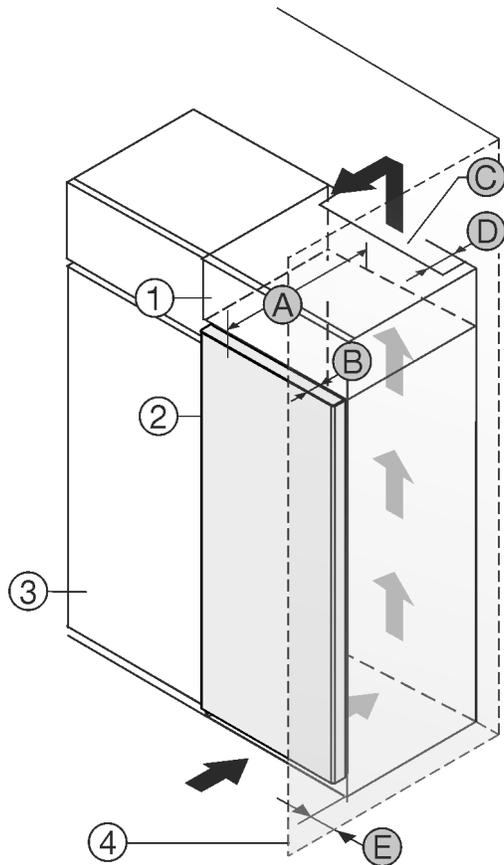

Fig. 1
- (1) Aufsatzschrank*
- (2) Gerät*
- (3) Küchenschrank*
- (4) Wand*
- (A) Gerätetiefe*
- (B) Türtiefe*
- (C) Belüftungsquerschnitt*
- (D) Abstand Geräterückseite*
- (E) Abstand zur Geräte-seite*
Gerät direkt neben dem Küchenschrank Fig. 1 (3) aufstellen.*
An der Rückseite des Aufsatzschrankes muss ein Abluftschacht mit der Tiefe Fig. 1 (D) über die gesamte Aufsatzschrankbreite vorhanden sein.*
Unter der Raumdecke muss der Entlüftungsquerschnitt Fig. 1 (C) eingehalten werden.*
Wenn das Gerät mit den Scharnieren neben einer Wand Fig. 1 (4) aufgestellt wird, muss der Abstand zwischen Gerät und Wand mindestens 13 mm (0.51 in) betragen.*
Um die Türe vollständig öffnen zu können, muss Gerät um die Türtiefe Fig. 1 (B) gegenüber der Küchenschrankfront vorstehen. Abhängig von der Tiefe der Küchenschränke Fig. 1 (3) und Verwendung von Wandabstandshaltern kann das Gerät weiter herausragen.*